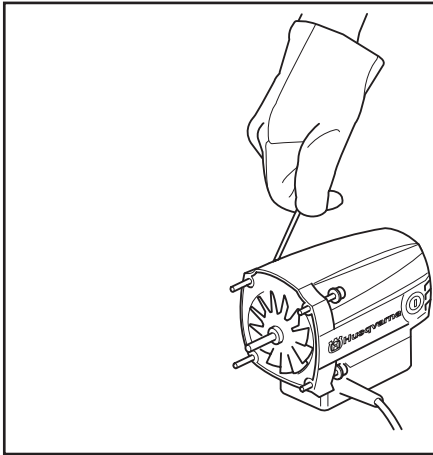

Fig. 14
2. Desmonte os quatro parafusos (Fig. 14), que mantêm juntos o motor e a caixa de engrenagens. Desprenda o cabo de ligação à terra na tampa da caixa de engrenagens (válido apenas para 230 V.)
6. Monte a parte do motor e a parte da caixa de engrenagens nos orifícios correspondentes. (Fig. 14).
2. Remove the four screws (Fig. 14) that hold the motor and gearbox together. Disconnect the earth cable from the gearbox cover (only applies to 230 V.)
6. Install the motor and gearbox sections into the appropriate holes. (Fig. 14).